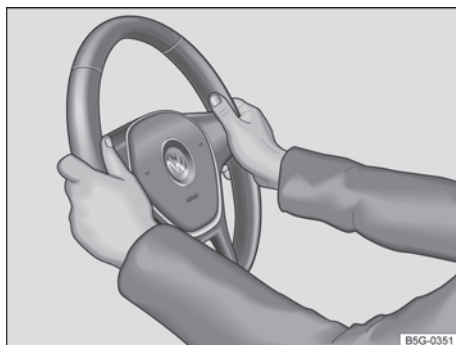

Fig. 67 No volante: posição 9 e 3 horas.
- Ajustar o volante de forma que possa ser segurado lateralmente com ambas as mãos e braços ligeiramente arqueados na borda externa na *posição das 9h e 3h* → Fig. 67.
→ Fig. 67 para reduzir ferimentos causados pelo acionamento do airbag frontal do condutor.